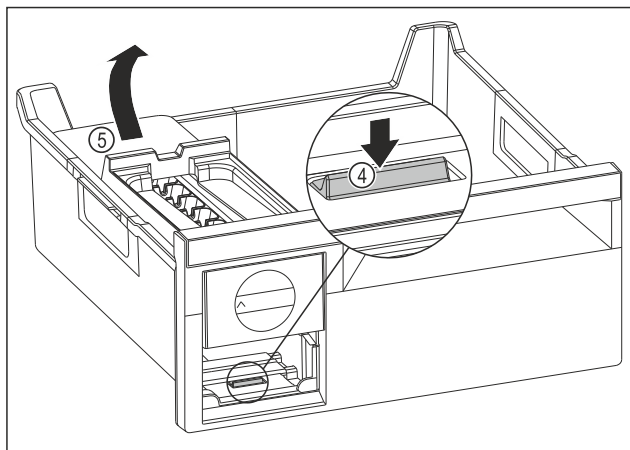

Fig. 121
- ▶ Wyjmowanie korpusu EasyTwist-Ice: Nacisnąć nakładkę Fig. 121 (4) palcem w dół i jednocześnie podnieść korpus EasyTwist-Ice Fig. 121 (5) od tyłu drugą ręką.